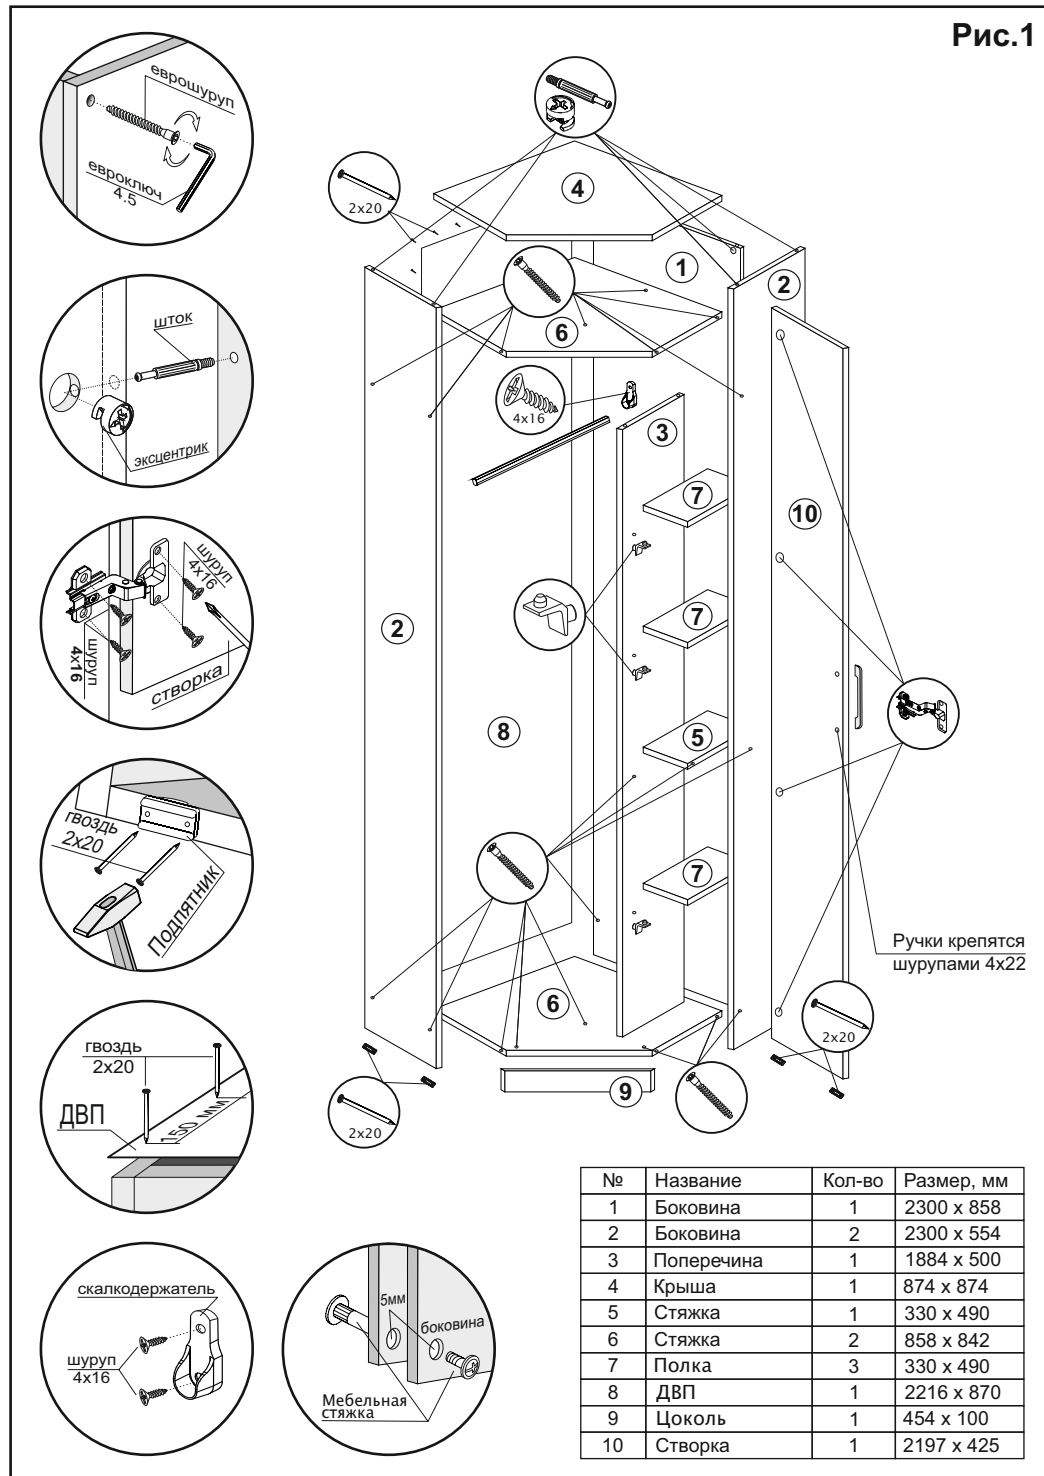

Рис.1
3. Соединить боковины (1,2), поперечину (3), стяжки (5,6) и цоколь (9) еврошурупами (рис.1).
4. К собранному изделию монтировать крышу (4) с помощью эксцентриков (рис.1).
5. Перевернуть изделие лицевой частью вниз и замерить диагонали секции (они должны быть равны: +/- 2мм). Прибить гвоздями 2x20 ДВП (8) и подпятники (рис.1).
7. Установить короб шкафа на постоянное место. Выбрать расположение створки (10): правое или левое (в схеме указано правое расположение). Навесить створку (10), используя накладные петли и шурупы 4x16 (рис.1). Отрегулировать петли.
8. Вставить полки (7), используя полкодержатели (рис.1).
9. Прикрутить ручки к створке (10) шурупами 4x22 (рис.1).